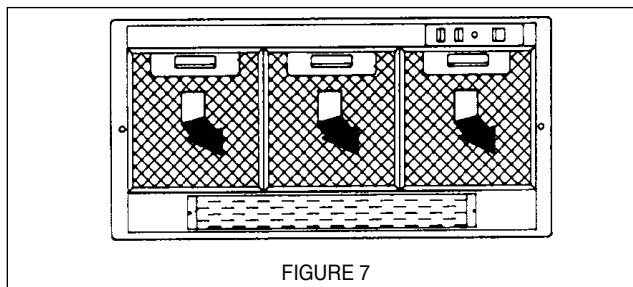

FIGURE 7
2. Remove the grease filters from the rangehood and set aside. The grease filters are removed by pressing the handle of the filter as indicated in FIGURE 7. When replacing, make sure that the filters are properly positioned with the handles in front and visible.
2. Retirer les filtres pour la graisse de l'appareil et mettre de côté. Retirer les filtres pour la graisse en pressant sur la poignée à l'avant du filtre, tel qu'il est illustré à la FIGURE 7. Au moment de les replacer, s'assurer que les filtres soient positionnés adéquatement, la poignée vers l'avant et visible.